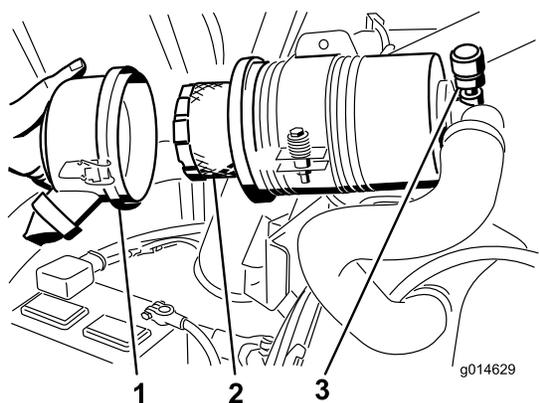

Рисунок 52
3. Снимите и замените фильтр (Рисунок 52).